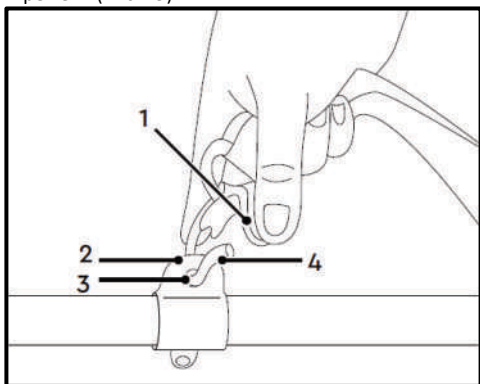
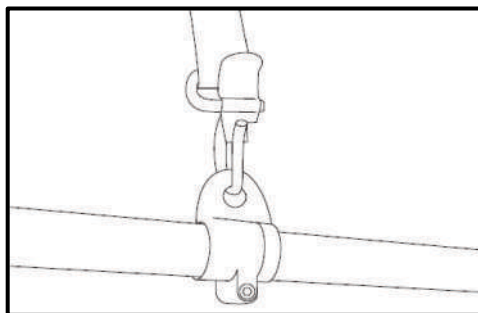

Рис. 29
Рис. 30
- Натисніть на фіксатор (1) гачка (4) (Рис. 29).
- Просуньте гачок (4) в отвір (3) кріплення (2) ременя (Рис. 29).
- Відпустіть фіксатор (1) гачка (4) (Рис. 29, Рис. 30).